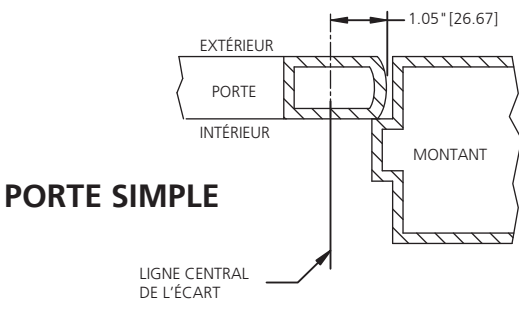

FIG. 5
1. Déterminez la hauteur de la ligne centrale de la barre de poussée du dispositif de sortie (H) et marquez le montant de la porte.
2. Marquez la ligne centrale verticale de l'écart sur le montant de la porte à la hauteur du dispositif (voir figures 5 et 6) et la ligne centrale verticale des pènes supérieure et inférieure (voir figure 2).
M.2 RÉGLAGE DE LA LONGUEUR DE LA BARRE POUR LES LARGESURS DE PORTE NON STANDARD (Fig. 5) :